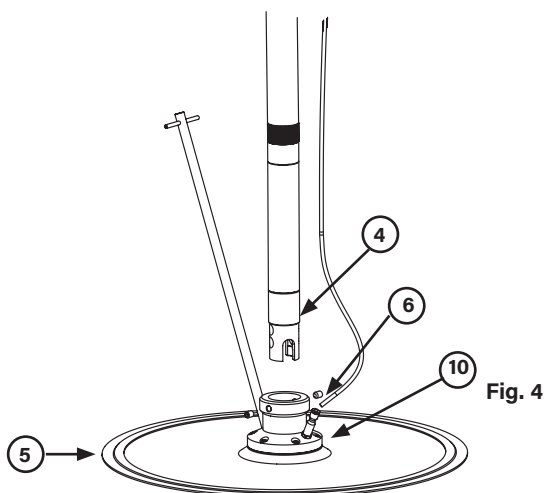

Fig. 4
2. Screw the connector (8) into air motor inlet and connect the tube (9) (Fig. 4).
2. Fix the pump (4) to follower plate (5) with grub screw (6) (Fig. 4)
5. Connect the tube to non-return valve (10) (Fig. 4)
2. Fije la bomba (4) al plato seguidor (5) mediante los pernos (7) (Fig. 4).
5. Conecte también el tubo a la válvula antiretorno del plato (Fig. 4).